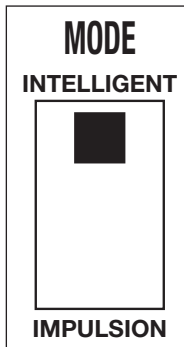

Figure 1: Mode de sélection
Le SmartPlus possède un interrupteur à bascule "Mode Select" (Sélection de mode) qui offre 2 modes de fonctionnement. On sélectionne le mode "Pulse" (Impulsion) ou le mode "Smart" (Intelligent) à l'aide de l'interrupteur à bascule situé sur la carte de commande électronique montée sur l'embase du condensateur (voir Figure 1). Un voyant lumineux jaune indique le mode sélectionné. Toutes les opérations sont automatiques : aucun minutier manuel ou réglage de température n'est nécessaire.
7. Le SmartPlus est configuré par défaut en mode "Smart" en usine. Pour basculer en mode "Pulse", retirez les 2 vis du couvercle du condensateur et le couvercle. Placez l'interrupteur à bascule en position "Pulse" sur la carte de commande (voir Figure 1). Remontez le couvercle du condensateur et serrez les 2 vis.